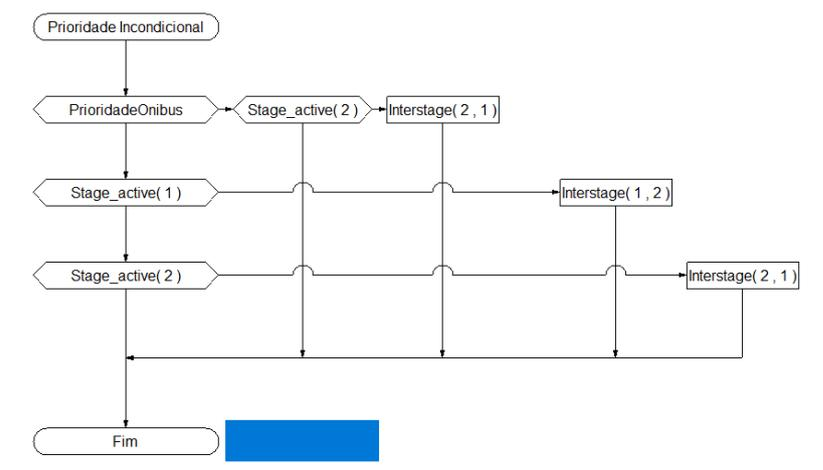

Figura 20
44. Repita o procedimento de clicar com o botão esquerdo no símbolo inicial e em seguida clicar com o botão direito no símbolo de destino, de modo a conseguir chegar no fluxograma da figura 20.